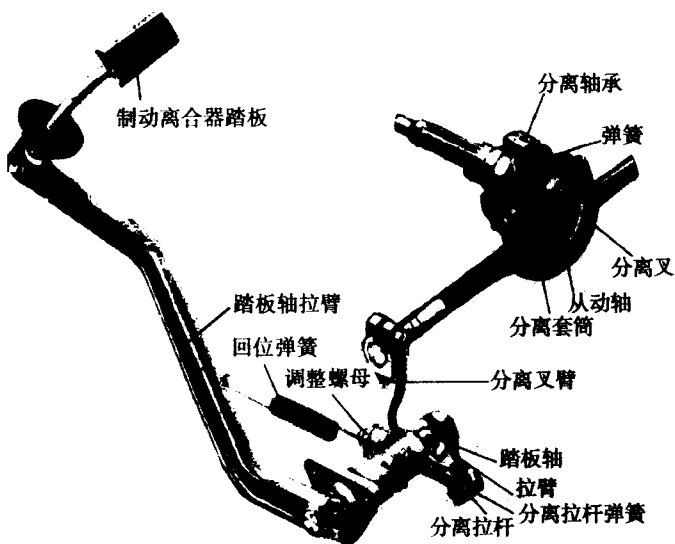

图 1-7 离合器操纵机构
(3) 压紧机构 压紧机构由离合器的 16 个压紧弹簧组成，4 个一组沿压盘均匀分布弹簧的两端分别套入离合器盖的圆形弹簧座孔及压盘的十字形凸起弹簧座上。在离合器装配完毕后，压紧弹簧具有一定的预紧力
(4) 操纵机构 东风 EQ1092 型汽车离合器操纵机构如图 1-7 所示，主要由制动离合器踏板、踏板臂、分离拉杆、分离叉臂、踏板轴、分离套筒及分离轴承等组成。